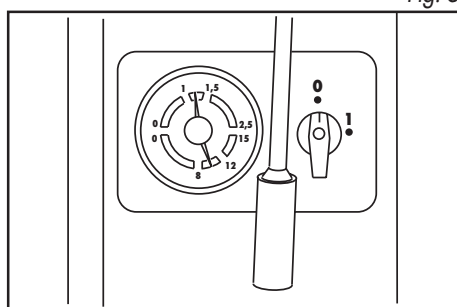
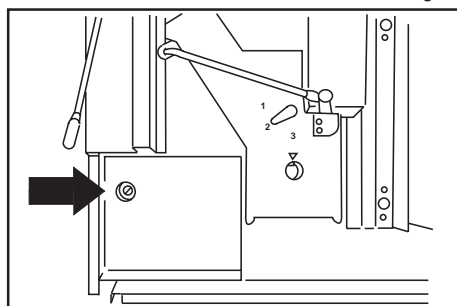

Fig. 6
Fig. 7
- Dopo circa 5-7 minuti dall'accensione, la spia di pronto macchina posta sopra al simbolo ☕ si accende, ad indicare che si è raggiunta la giusta temperatura in caldaia (verificare che la scala superiore del manometro indichi una pressione compresa tra 1,2 e 1,5 bar) (fig.6).
- Premere ora il tasto ♥ e di seguito ☕. Quando inizia ad uscire acqua dall'erogatore, osservare la scala inferiore del manometro che deve indicare una pressione compresa tra 8 e 10 bar (fig.6). Qualora la pressione non rientrasse nei limiti indicati, agire sulla vite di regolazione posta dietro al cassetto dei fondi per ripristinare il valore corretto (fig.7). Ripremendo uno qualunque dei tasti, l'uscita di acqua si arresta.